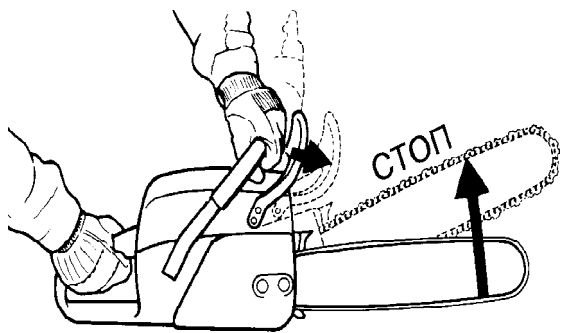

Рисунок 3.11
3.2.3 Конструкцией бензопилы предусмотрены технические возможности для уменьшения риска несчастного случая: быстродействующий тормоз, безопасная пильная цепь и шина с небольшим радиусом головки снижают опасность травмы вследствие отдачи. При срабатывании механизма тормоза, пильная цепь останавливается в течение долей секунды, см. рисунок 3.11.